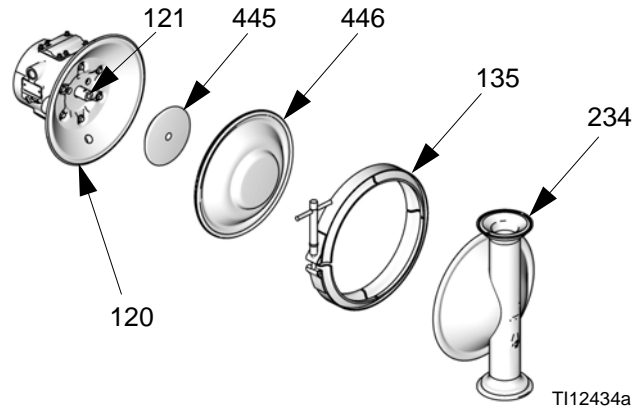

FIG. 21
3. Retire las abrazaderas (135) que sostienen las cubiertas de fluido (234) en las cubiertas de aire (120). Extraiga las cubiertas de fluido (234) de la bomba. Consulte la FIG. 21.
5. Los diafragmas se arman apretados con la mano. Para aflojarlos, agarre ambos diafragmas con seguridad del borde exterior y gire en sentido antihorario. Un conjunto de diafragma se soltará y el otro permanecerá unido al eje. Retire el diafragma liberado (446) y la placa del lado de aire (445).
6. Extraiga el otro conjunto de diafragma y el eje del diafragma (121) de la carcasa central (101). Sostenga las caras planas del eje con una llave de boca abierta de 19 mm y retire del eje el diafragma y la placa del lado del aire.
7. Inspeccione el eje del diafragma (121) en busca de desgaste o daños. Si está dañado, inspeccione los cojinetes (117) sin extraerlos. Si los cojinetes están dañados, consulte la página 28.
8. Introduzca un extractor de juntas tóricas en la carcasa central (101) y extraiga las empaquetaduras de copa en U (110) de la carcasa. Esto puede hacerse sin retirar los cojinetes (117).